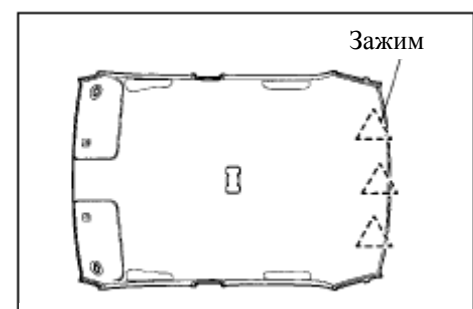

Рис. 570
7. Снимите обивку потолка, с помощью специального приспособления удалив 3 зажима.(рис. 570)